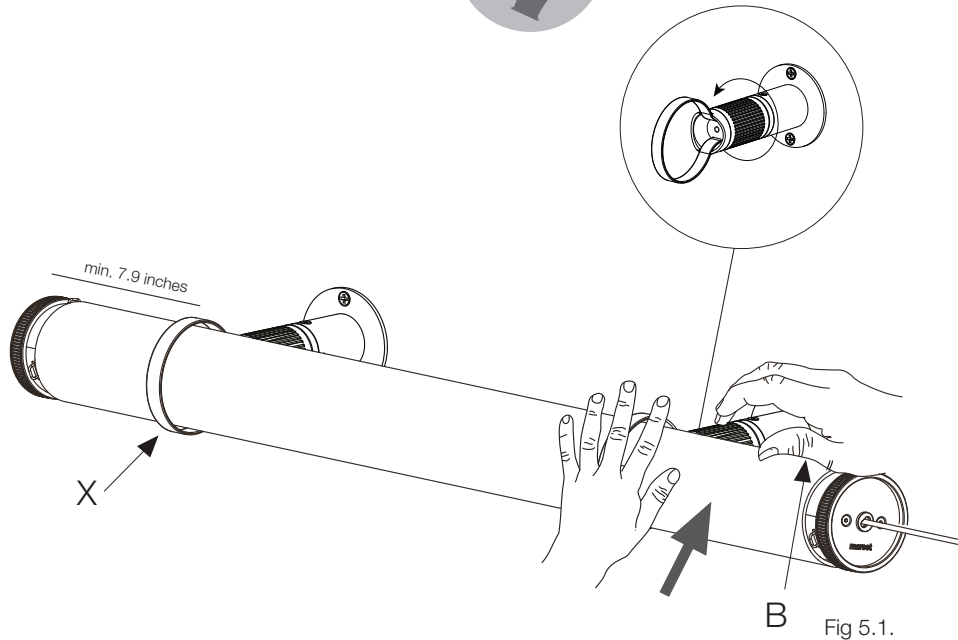

Fig 5.1.
5.1. With one hand, press strap (X) as shown in figure 5.1, and with the other hand screw the knurled cylinder until the glass tube is securely fastened.
5.1. D'une main, appuyez sur l'anneau (X) comme indiqué sur la figure 5.1. et de l'autre, vissez le cylindre moleté jusqu'à ce que le tube de verre soit solidement fixé.
5.1. Den Bügel (X) wie in Abbildung 5.1. dargestellt mit einer Hand zusammendrücken und mit der anderen Hand den gerändelten Zylinder festschrauben, bis das Glasrohr sicher befestigt ist.